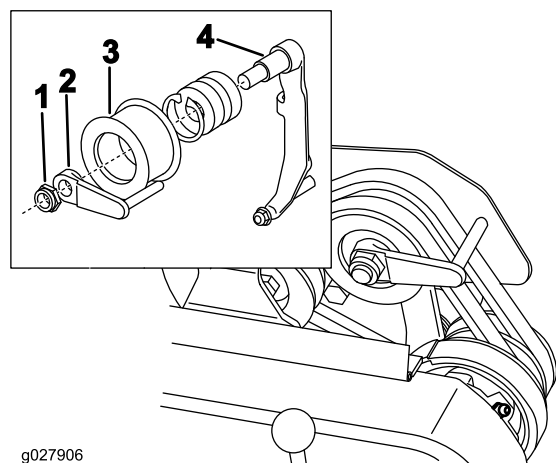

Figura 47
8. Per spingere o tirare la macchina più agevolmente senza avviare il motore, regolate il guidacinghia (Figura 47, inserto) come segue.